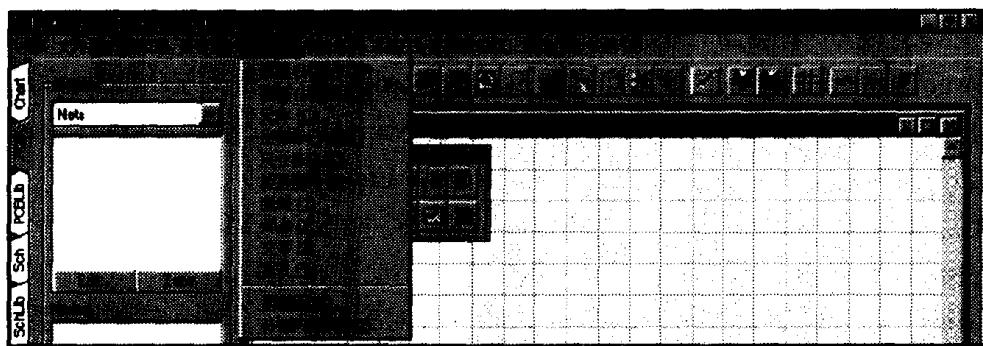

图 1-1 (c) Advanced PCB 自定中文环境
- ✓ 不管是软件升级，还是改用其它软件，都会让使用者困扰，至少使用者必须付出一段适应及改变习惯的时间。这也是一般软件使用者升级意愿较低的原因之一。但软件升级是无法避免的！虽然 Advanced PCB 升级了，但仍然可以选择原有的操作环境，如图 1-1(a)所示为 Advanced PCB 3.xx 版的标准环境，而我们也可在 3.xx 版的软件中，执行 2.xx 版的环境，如图 1-1(b)所示。所以 Protel 的升级并不烦恼！另外，EDA 软件大多为国外产品，其操作环境亦为英文模式，且不同公司的产品，其操作环境与习惯很少相同；就算是同一家公司的产品，也常发生操作环境与习惯不协调的情况！在 Protel 的 Client/Server 结构下，使用者可自行定义环境与习惯，并可修改为中文的环境，如图 1-1(c)所示。